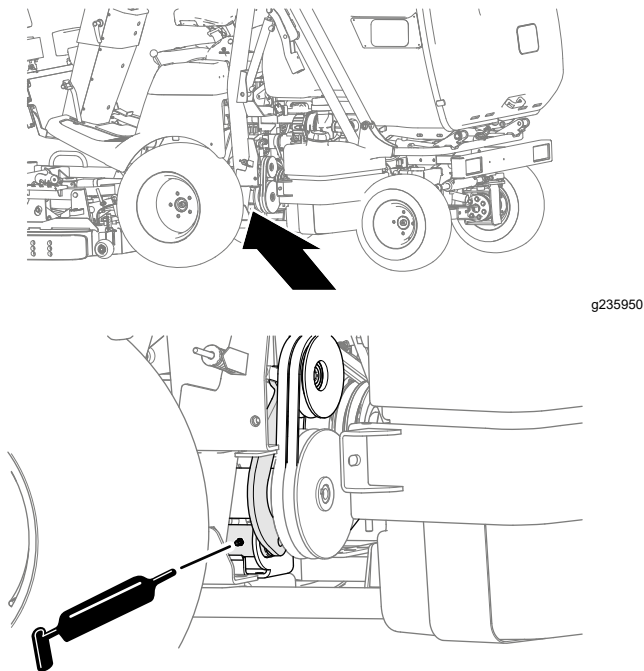

Figura 46
- Suporte da polia intermédia da PTO (Figura 46)